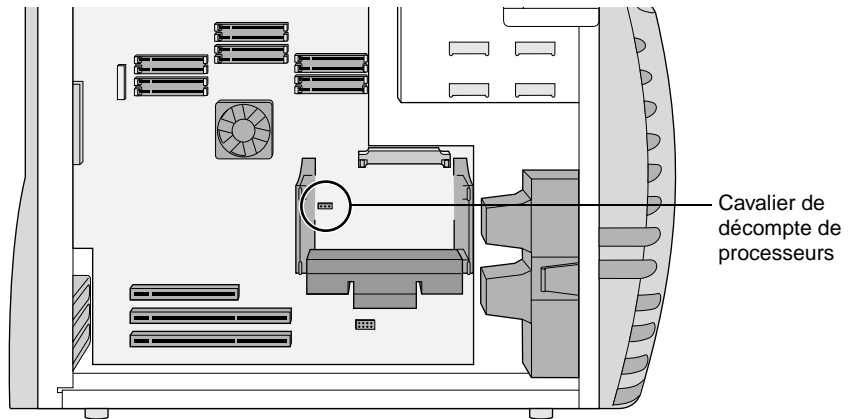

Figure 6-2 Cavalier de décompte de processeurs
Le Tableau 6-1 présente les deux positions que peut prendre le cavalier en fonction du nombre de processeurs. La Figure 6-2 indique l'emplacement du cavalier de décompte de processeurs dans le système.
- Assurez-vous que le cavalier de décompte de processeurs est connecté aux deux broches les plus à droite (Figure 6-2).
10. Si vous installez une carte de terminaison dans l'emplacement supérieur, assurez-vous que le cavalier de décompte de processeurs est connecté aux deux broches les plus à gauche. (Reportez-vous au Tableau 6-1 pour connaître la position appropriée du cavalier et à la Figure 6-2 pour repérer l'emplacement du cavalier sur la carte mère.)